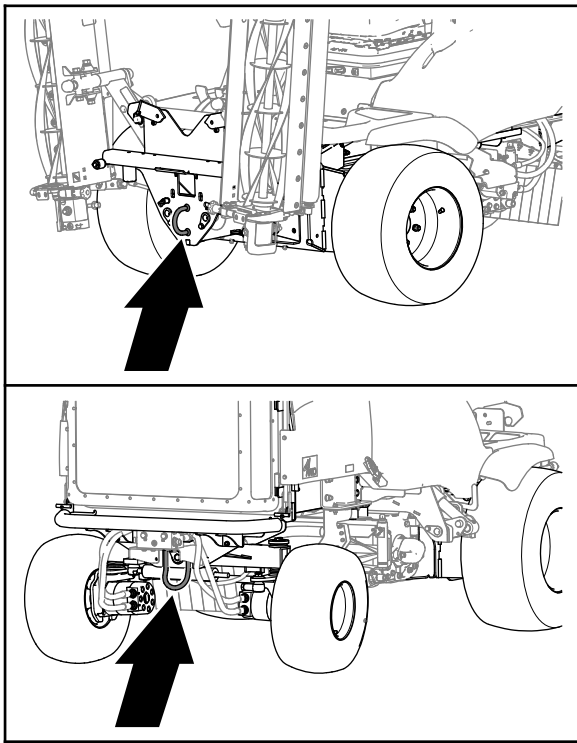

Bild 43
5. Setzen Sie eine **starre** Abschleppstange zwischen der Abschleppöse vorne an der Maschine und dem Zugfahrzeug ein Bild 43.